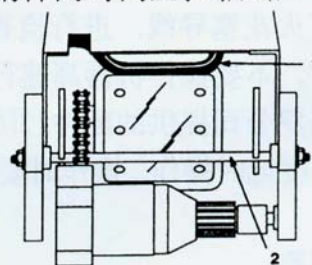

图 3
- 推插销杆，将轴松开。(图 3)
- 握紧插销杆同时向上拉轴。(图 3)
- 继续向前拉轴，直到插销杆弹入锁定位置。(图3)